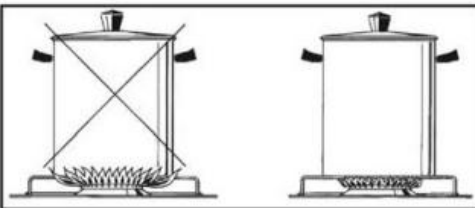

Рис.12
- Використовуйте відповідний посуд для кожної конфорки (див. таблицю № 4 і Рис.12).